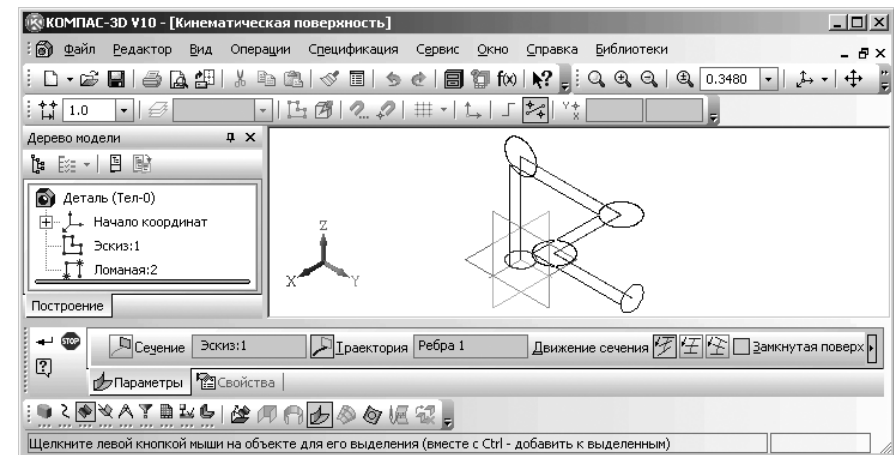

Рис. 7.118. Настройка параметров построения кинематической поверхности и ее фантом
- щелкните в окне **Дерево модели** по эскизу траектории – **Ломаная:1**. Он выделится. Выделится и эскиз траектории и в окне модели. Появится фантом кинематической поверхности (рис. 7.118);